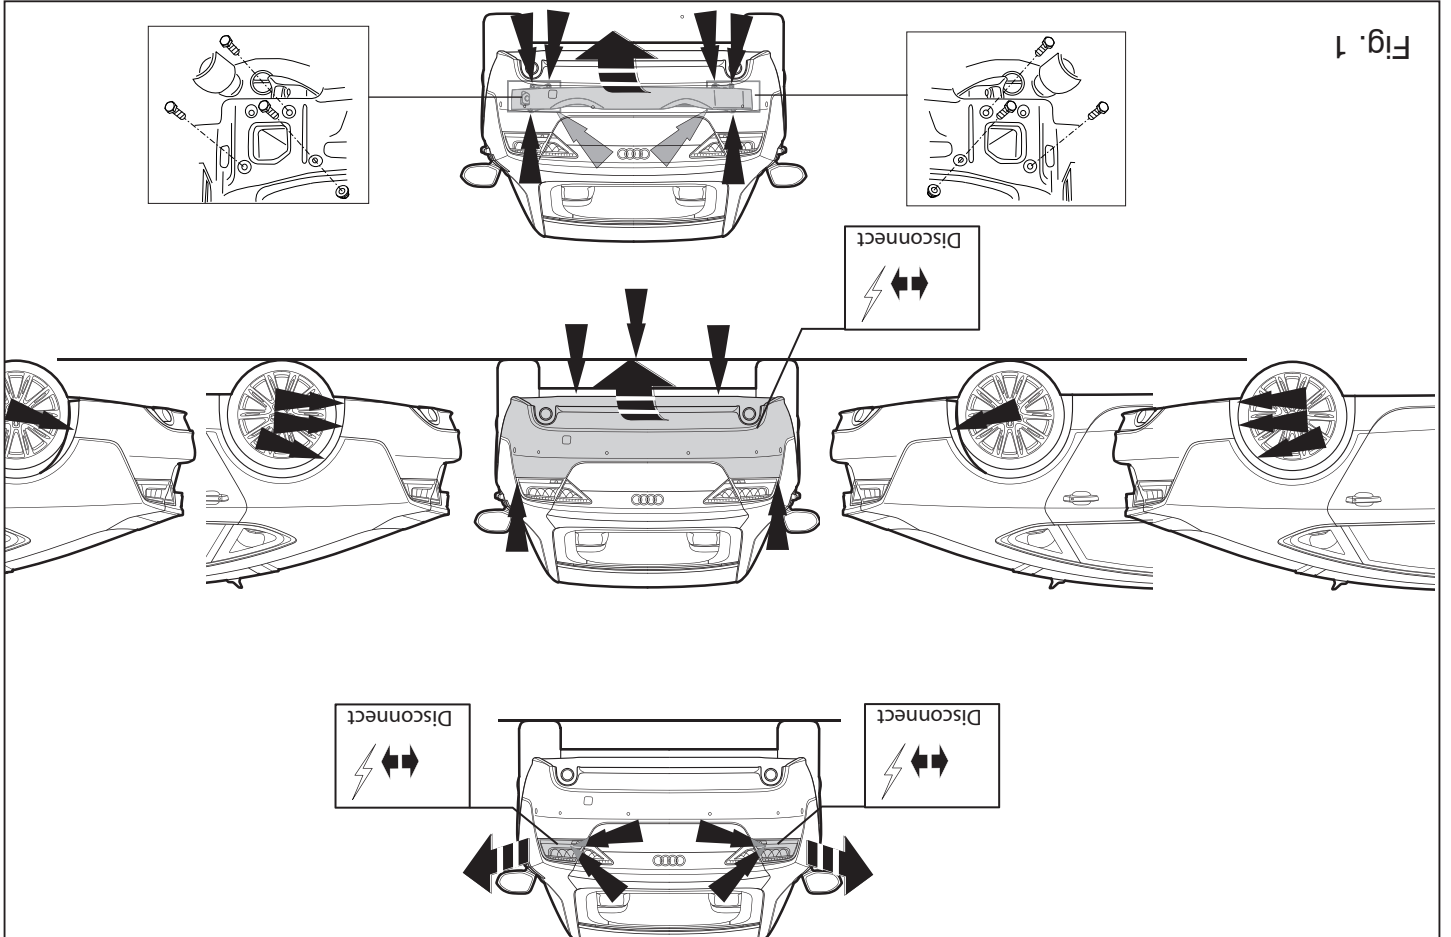

Fig. 1
1. Remove the bumper and the steel buffer beam from the vehicle. The buffer beam will no longer be needed. Replace the bolts. See figure 1.
1. Die Stoßstange einschließlich des stählernen Stoßbalkens vom Fahrzeug abmontieren. Der Stoßbalken wird nicht mehr benötigt. Die Schrauben wieder anbringen. Siehe Abbildung 1.
1. Déposer le pare-chocs du véhicule y compris la traverse en acier ; la traverse ne sera plus utilisée. Remettre les boulons de fixations en place. Voir la figure 1.
1. Demonter baglysenhederne. Demonter kofangeren, inklusive køretøjets stålstødbjælke. Denne bliver overflødig. Se fig. 1.